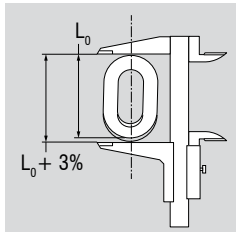

Abb. 13.2: Unzulässiger Verschleiß oder Dehnung an einem Kettenglied
- Unzulässiger Verschleiß oder Dehnung an einem Kettenglied liegt z. B. dann vor, wenn das Nennmaß der inneren Länge um 5 % überschritten ist. Dies entspricht einer äußeren Längung von 3 % (Abb. 13.2)